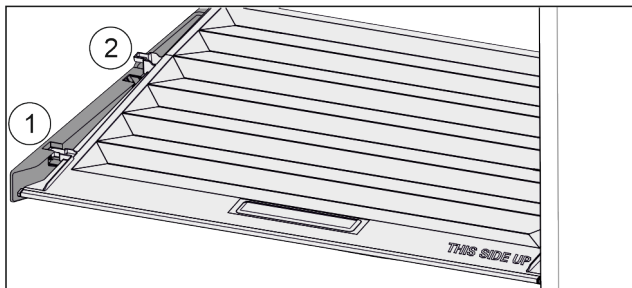

Fig. 33
- Tirer le couvercle vers l'avant jusqu'à l'orifice des pièces de retenue Fig. 33 (1).
- Le soulever par le bas à l'arrière et le sortir par le haut Fig. 33 (2).